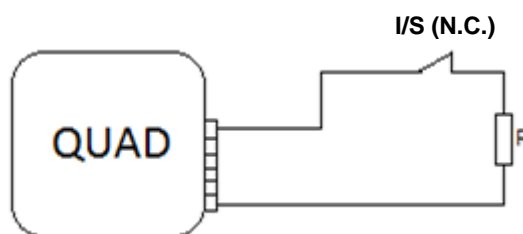

Figura 4. Interruptor/sensor normalmente cerrado. Resistencia en serie
- **Interruptor/sensor normalmente cerrado (N.C.):** el circuito se encuentra normalmente cerrado y sólo se abre en el caso de una interrupción o una detección en el sensor. La resistencia elegida deberá conectarse **en serie** en la línea de la instalación y lo más próxima posible al interruptor/sensor, preferiblemente en los propios bornes de éste, y de forma que no sea fácilmente accesible desde el exterior. Ver Figura 4.